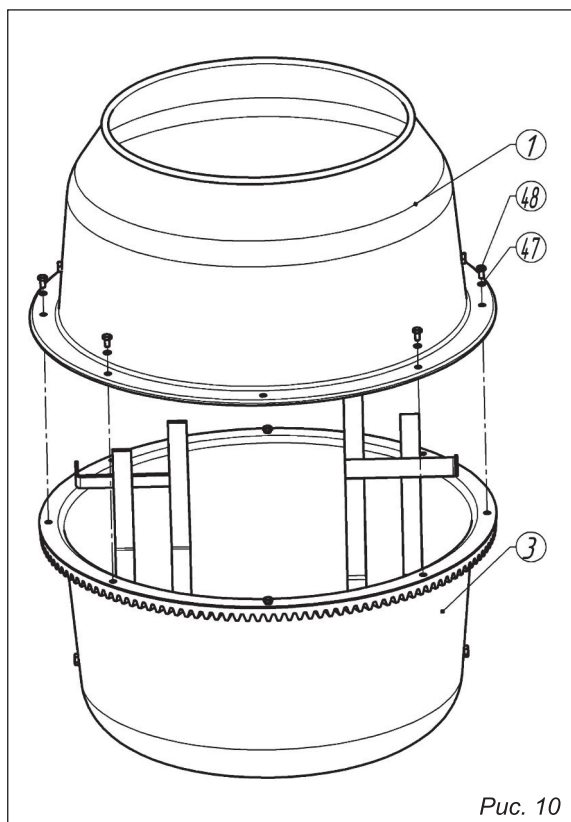

Рис. 10
6.7. Установка верхней половины бака (рис. 10)